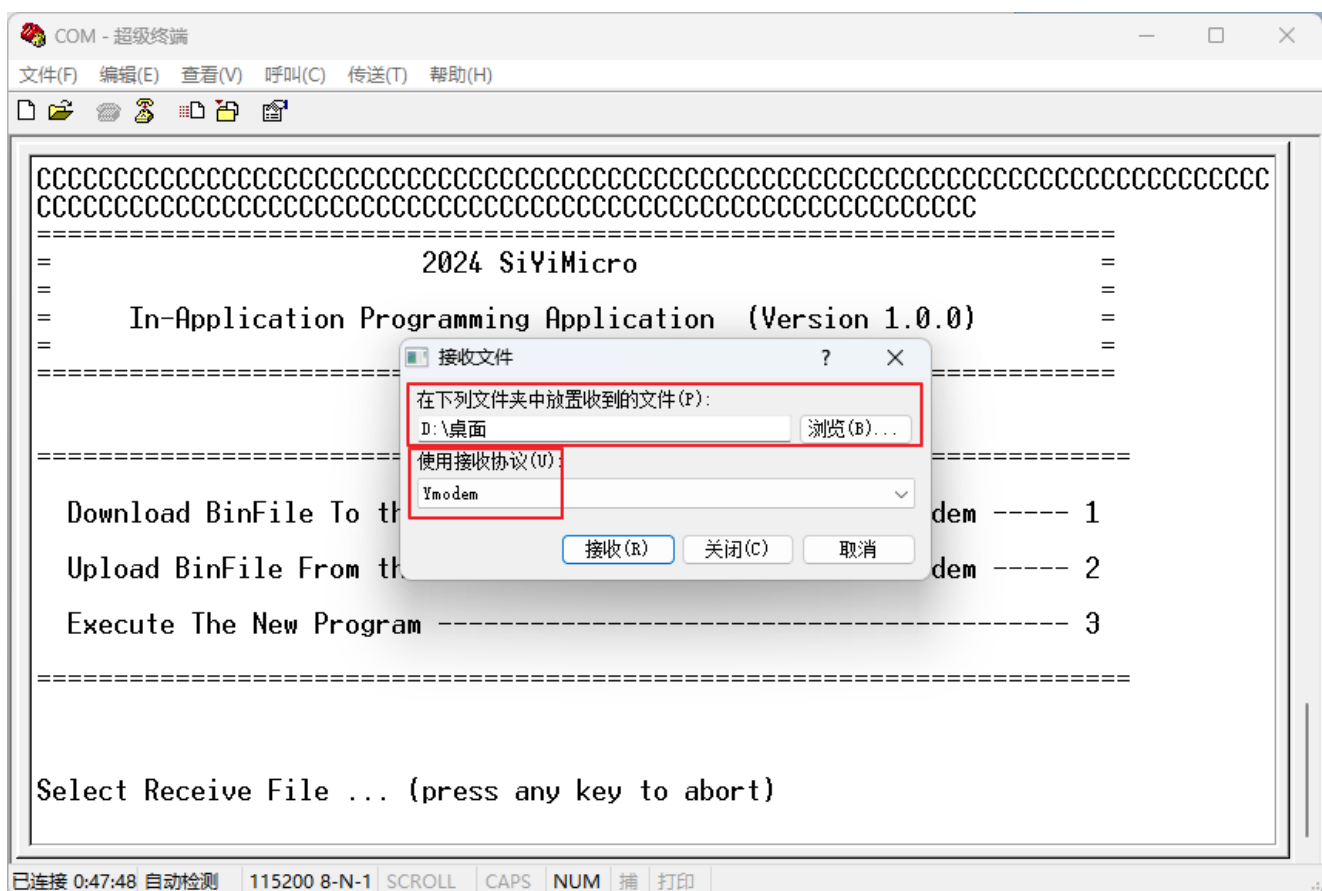

图 6-15 选择接收文件存放位置和接受协议
Step3.选择接收文件的保存位置，接收协议选择“Ymodem”，点击“接收”，如图6-15所示；